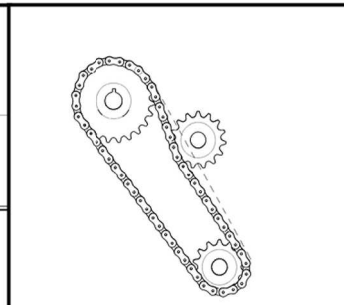

Fig. 03
- * Verificar o aperto da corrente conforme *Fig.03*;
- * Check the tightening of PTO power, do not let too tight Fig.03;
- * Check the tightness of the chain as Fig.03;
- * Compruebe la estanqueidad de la cadena de toma de fuerza no deja ONU muy ajustado Fig.03;
- * Compruebe la estanqueidad de la corriente Como Fig.03;